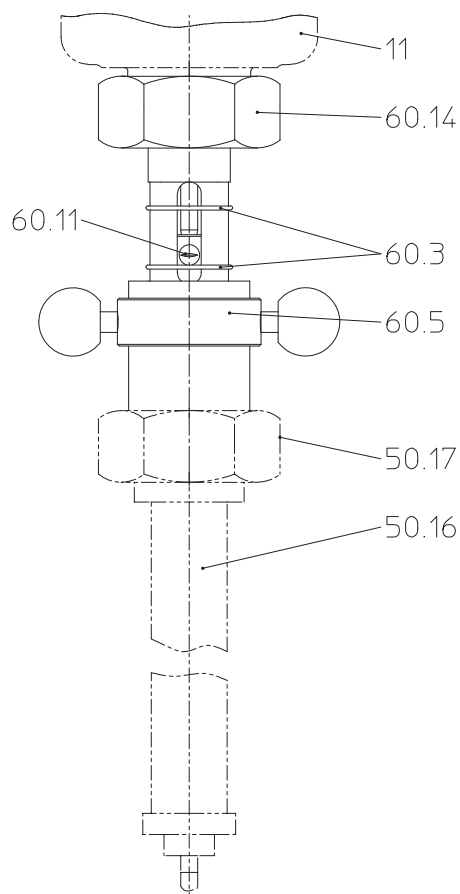

Bild 2
- Der Einbau einer Handstelleinrichtung erfolgt zwischen dem Ventil (Pos. 11) und dem Stellantrieb (Pos. 50.16) des Thermoreglers (Bild 2).